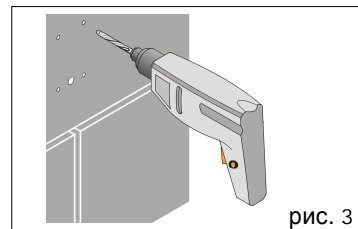

рис. 3
- 3 - Сделайте отверстия для винтов крепления. (Отверстие диаметром: 5 мм) (рис. 3).;